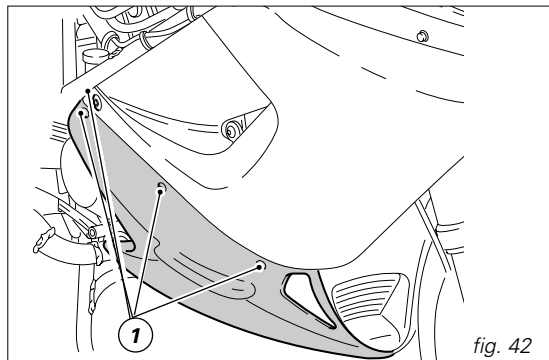

fig. 42
Destornillar los cuatro tornillos (1) que fijan cada semicarenado inferior al superior (fig. 42).